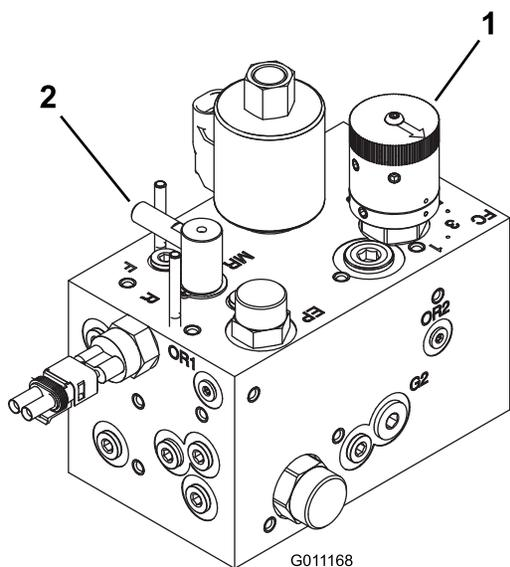

图 49
3. 将滚刀速度控制旋钮 图 49 转动至步骤 1 中确定的滚刀速度数字。